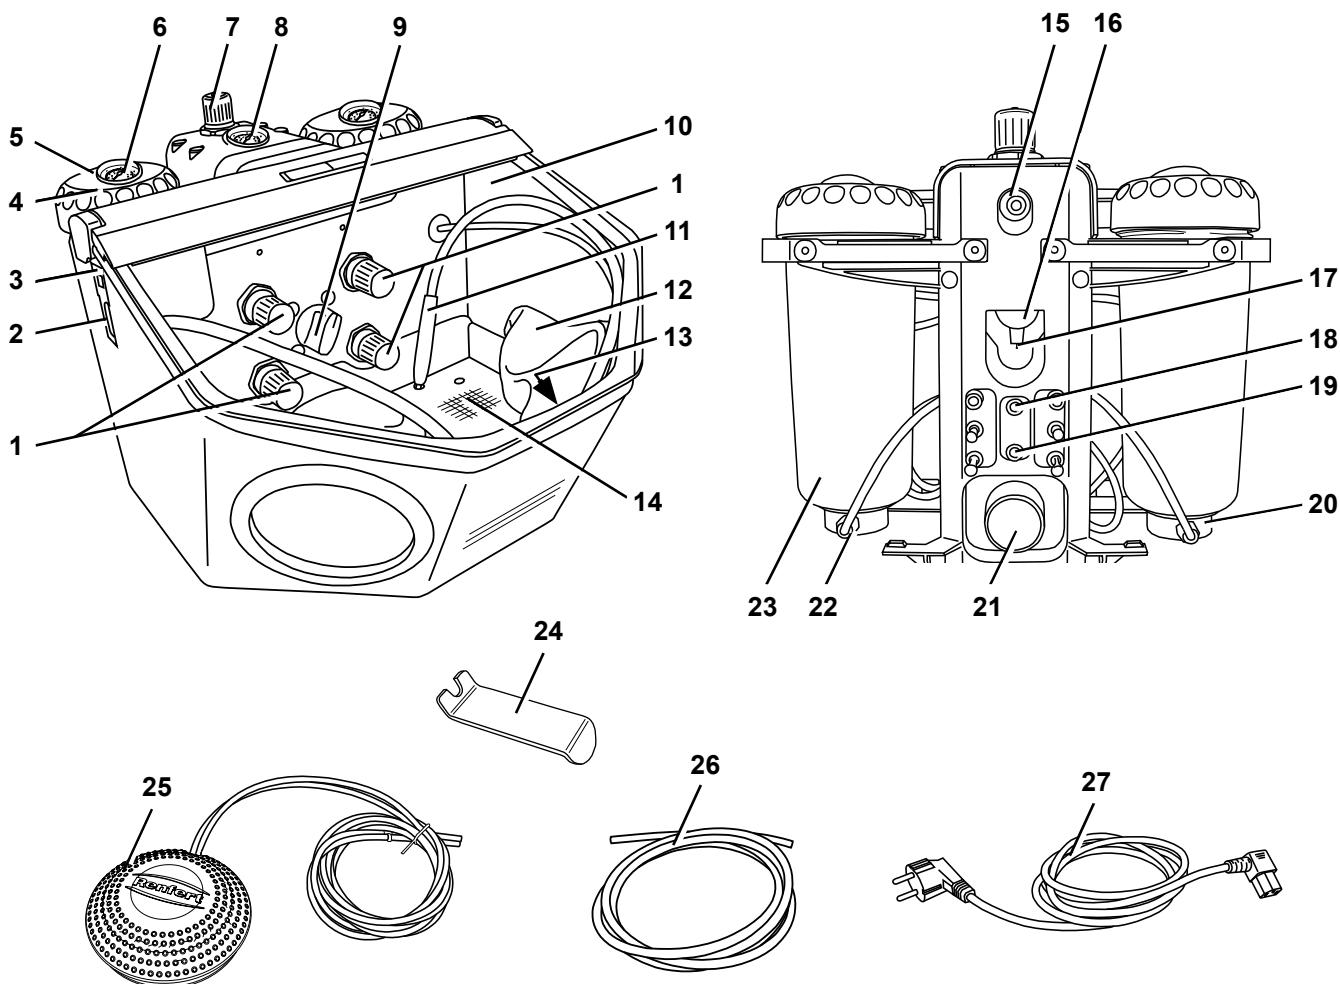

Abb. 1
- ⇒ Druckluftschlauch (26) bis zum Anschlag in Schlauchanschluss (15) einstecken. Dabei ist ein leichter Widerstand spürbar zu überwinden.
- ⇒ Prüfen das Anschlussdruck im erforderlichen Bereich liegt (siehe tech. Daten). Anzeige erfolgt am Manometer (8, Abb. 1).
**Betätigen Sie nie den Druckregler (7) an der Wartungseinheit. Dieser ist werkseitig auf max. 6 bar eingestellt und fixiert, um eine optimale Funktion der Quetschventile zu gewährleisten.**